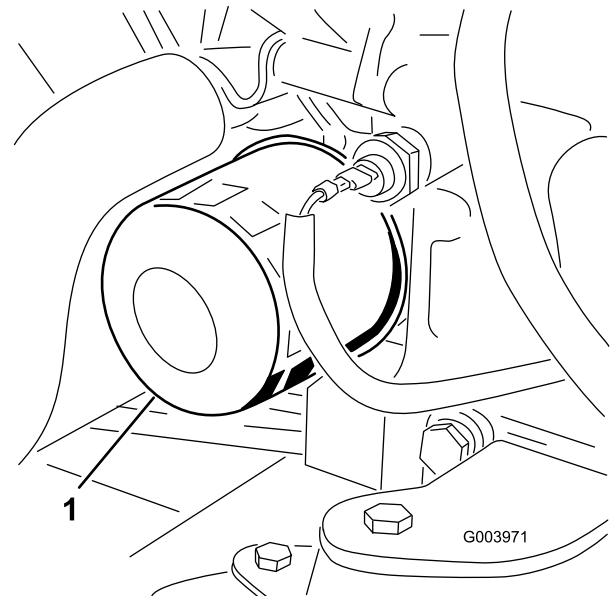

Figure 63
3. Déposez le filtre à huile (Figure 63).